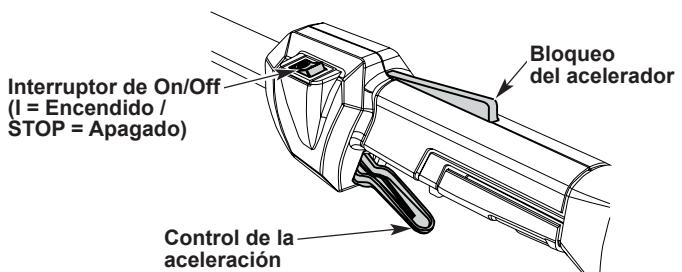

Fig. 7
- NOTA:** No hay necesidad de encender la unidad. El interruptor de On/Off está en la posición de On o encendido (I) en todo momento (Fig. 7).
7. Para aumentar la velocidad de corte del cortador, presione y sostenga el bloqueo del acelerador con una mano y luego apriete el control de la aceleración con la otra. Mientras más aprieta el control de la aceleración, más aumentará la velocidad de corte (Fig. 7).
2. Presione y sostenga el interruptor On/Off en la posición de Off o apagado (O) hasta que el motor llegue hasta una detención total (Fig. 7). Asegúrese que el aditamento de corte se haya detenido antes de poner a descansar la unidad.